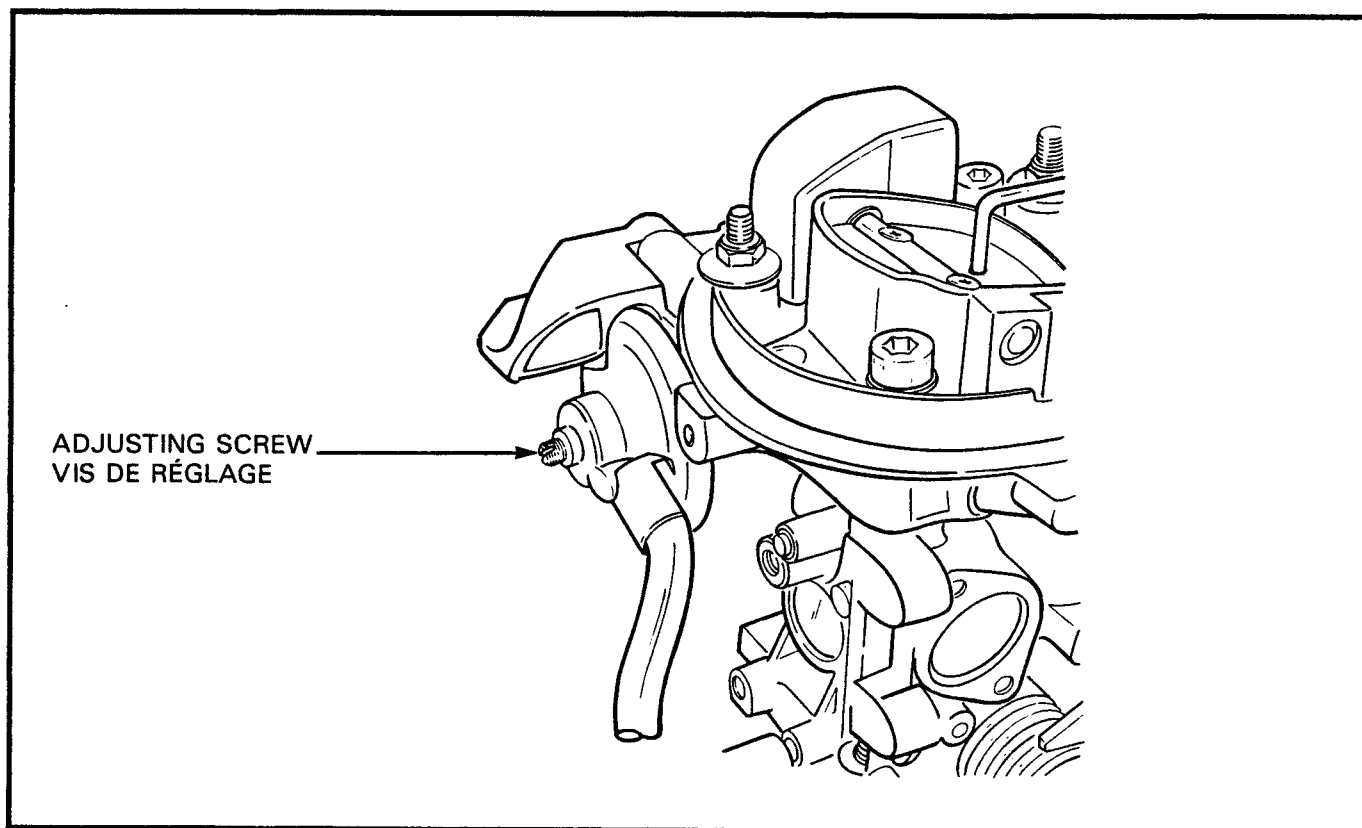

Figure 2-8-3 Choke Valve Gap Adjustment
- d. If necessary, adjust the choke valve gap. Turn the adjusting screw on the pulldown unit clockwise to decrease the gap and counter-clockwise to increase the gap, see Figure 2-8-3.
- d. Si requis, ajuster le jeu de l'étrangleur. Tourner la vis de réglage du dispositif anticalage dans le sens horaire pour réduire le jeu, et dans le sens antihoraire pour l'augmenter. Voir figure 2-8-3.